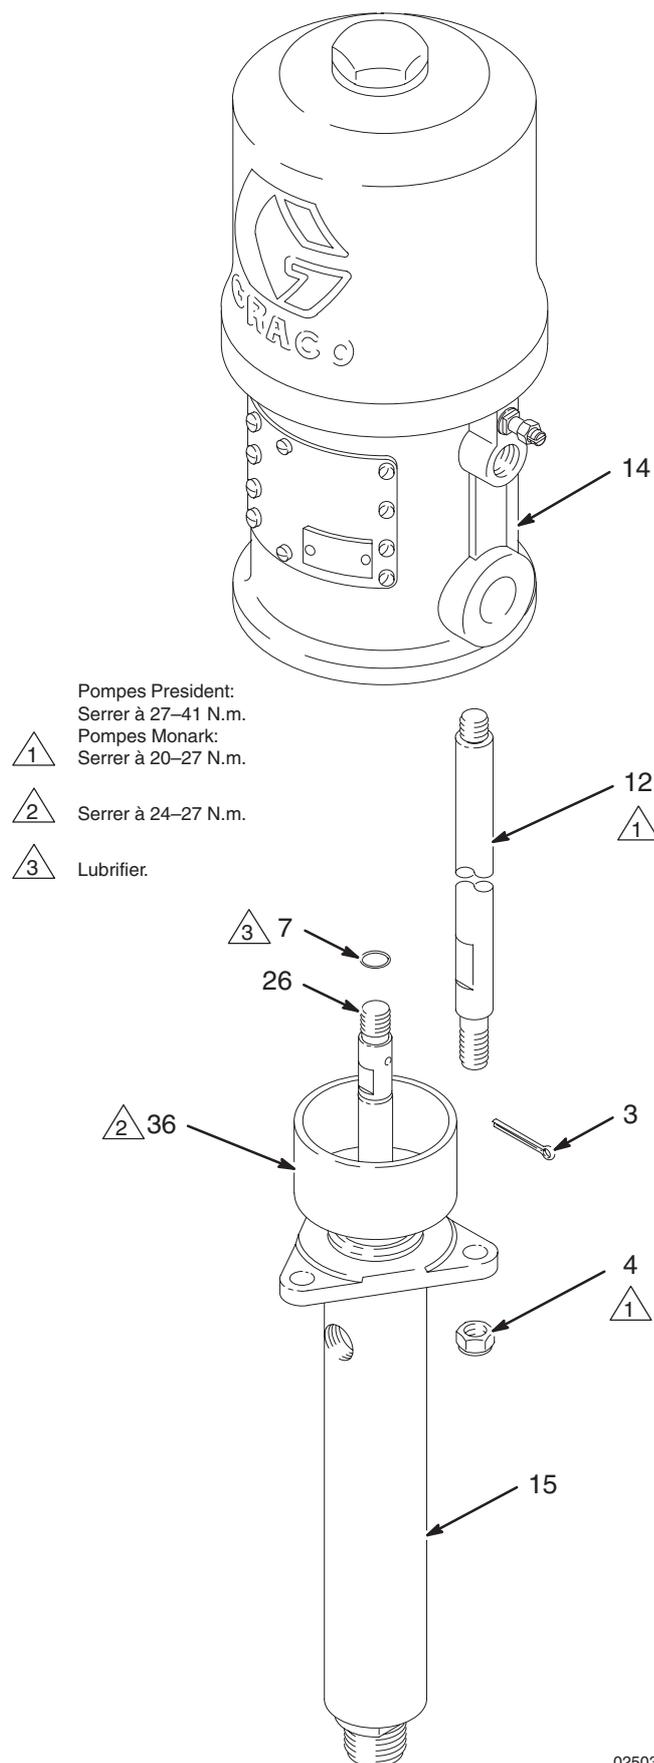

Fig. 4
3. Voir Fig. 4 (pour le modèle 221075, se reporter également à la vue éclatée des pièces en page 16). Dévisser les écrous freinés (4) des tirants (12). Retirer la goupille fendue (3). Dévisser la tige de piston (26) du moteur pneumatique (14) ou de la tige de connexion (37, modèle 221075 uniquement). Dégager le bas de pompe (15) du moteur pneumatique (14) en le tirant avec précaution. Vérifier le joint torique (7).
1. Lubrifier le joint torique (7) et le placer sur la tige de piston (26). Orienter la sortie produit de la pompe par rapport à l'entrée d'air du moteur pneumatique comme indiqué au point 2 au paragraphe **Dépose du bas de pompe**. Positionner le bas de pompe (15) sur les tirants (12). Voir Fig. 4.
2. Visser les écrous freinés (4) sur les tirants (12) sans les serrer. Visser la tige de piston (26) sur l'embase du moteur (14) ou sur la tige de connexion (37, modèle 221075 uniquement) jusqu'à obtenir l'alignement des trous de goupilles. Mettre en place la goupille fendue (3).
3. Monter la pompe et raccorder tous les flexibles. Raccorder le câble de mise à la terre s'il a été débranché pendant la réparation. Serrer l'écrou/coupelle de presse-étoupe (36) au couple de 24–27 N.m. Remplir la coupelle de presse-étoupe de liquide d'étanchéité Graco TSL ou de solvant compatible.
4. Serrer les écrous des tirants (4) de façon uniforme et au couple spécifié à la Fig. 4.